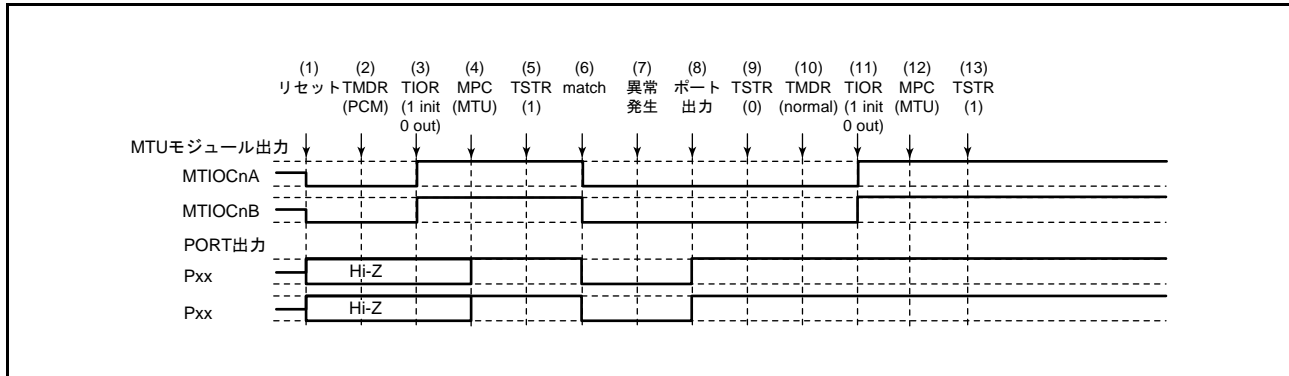

図 22.143 位相計数モードで異常が発生し、ノーマルモードで復帰する場合
位相計数モードで異常が発生し、再設定後ノーマルモードで再スタートする場合の説明図を図 22.143 に示します。
(1) ~ (9) は図 22.143 と共通です。
(10) PWM モード1 を設定します。
(11) TIOR レジスタで端子を初期化してください。なお、PWM モード1 では MTIOCnB (MTIOCnD) 端子に波形が出力されません。出力すべきレベルがある場合は、I/O ポートのポート方向レジスタ (PDR)、ポート出力データレジスタ (PODR) で汎用出力ポートの設定をしてください。
(12) MPC と I/O ポートのポートモードレジスタ (PMR) で MTU 出力としてください。
(13) TSTR レジスタで再スタートします。
(19) 位相計数モードで動作中に異常が発生し、PWM モード2で再スタートする場合の動作
(10) PWM モード2を設定します。
(11) TIOR レジスタで端子を初期化してください。なお、PWM モード1では MTIOCnB (MTIOCnD) 端子に波形が出力されません。出力すべきレベルがある場合は、I/O ポートのポート方向レジスタ (PDR)、ポート出力データレジスタ (PODR) で汎用出力ポートの設定をしてください。
(20) 位相計数モードで動作中に異常が発生し、位相計数モードで再スタートする場合の動作
(10) 位相計数モードで再スタートする場合には必要ありません。
(11) TIOR レジスタで端子を初期化してください。
(21) 相補 PWM モードで動作中に異常が発生し、ノーマルモードで再スタートする場合の動作